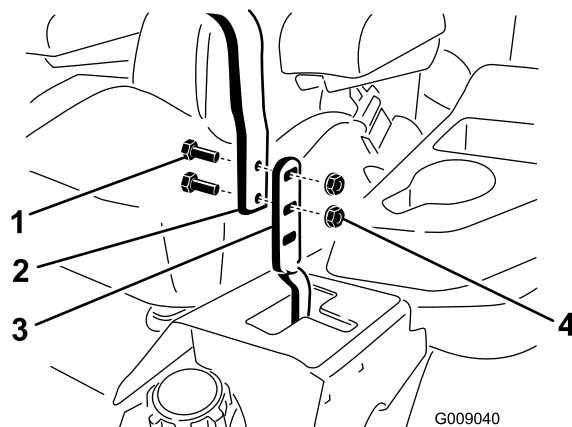

Figure 58
2. Desserrez les boulons et les écrous à embase qui fixent les poignées aux leviers (Figure 58).